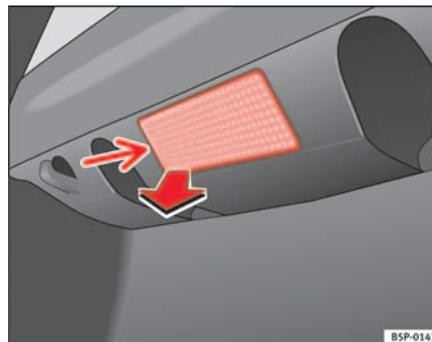

Fig. 187 Luce bagagliaio
- Estrarre il paralume facendo pressione sul bordo della parte interna dello stesso-freccia- aiutandosi con la parte piana di un cacciavite. ⇒ fig. 187 ▶